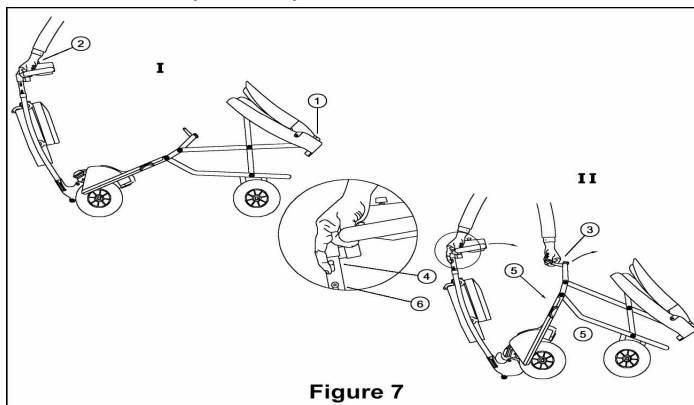

Figure 7
Étape 2 : Tenez les poignées de la colonne avant (Fig. 7/2) en position d'utilisation ou en position d'accès et poussez vers l'avant en l'éloignant du siège pour plier le repose-pieds vers le haut.
Étape 3 : Saisissez la poignée du repose-pied (Fig. 7/3) et dégagez les gâchettes de verrouillage de la colonne (Fig. 7/4) pour plier la colonne sur le repose-pieds. Pliez jusqu'à ce que la goupille de verrouillage (Fig. 7/5) et le loquet de la colonne (Fig. 7/6) fassent entendre un clic et tenez le scooter en position pliée.